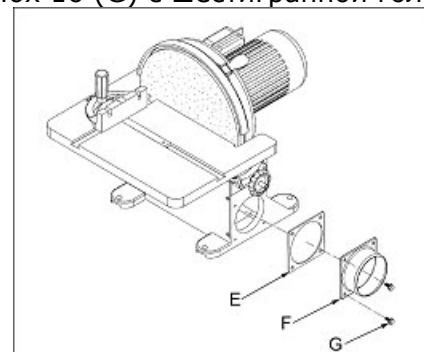

Рис. 3
Смонтируйте уплотнение (Е, рис. 3) и отсасывающий патрубок (F) с помощью 4-х винтов М6х 16 (G) с шестигранной головкой.